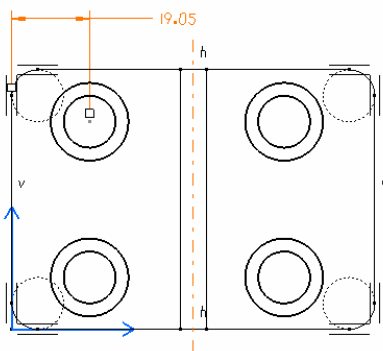

图 6-341
- » 步骤02 单击 Chained Dimensions (链式尺寸) 图标, 然后单击要标注的起始边与第二边, 如图 6-341 所示。